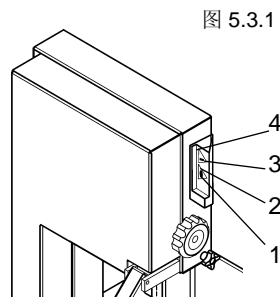

图 5.3.1
5.3 - 启动锯骨机 (图5.3.1)
5.4 - 停止锯骨机 (图5.3.1)